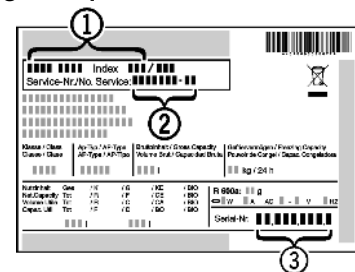

Fig. 37
- u Consulter la désignation de l'appareil Fig. 37 (1), le N° de service Fig. 37 (2) et le N° de série Fig. 37 (3) sur la plaque signalétique. La plaque signalétique se trouve à l'intérieur de l'appareil, sur le côté gauche.